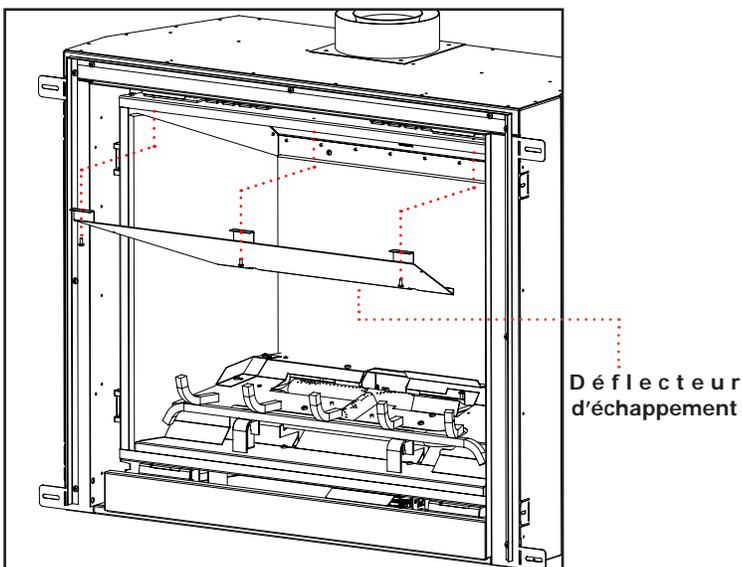

Figure 26b.
Étape 3. À l'aide d'un tournevis T20, retirez les fixations X3 fixant le déflecteur d'échappement en place. Fig.26b
Étape 8. À l'aide des vis X3 T20, fixez l'avant du déflecteur d'échappement au dessous de la chambre de combustion. Fig 26b.